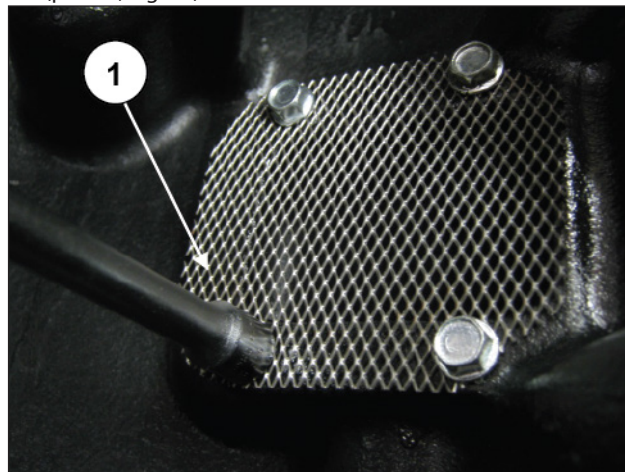

Fig. 68
Fissare la retina filtro olio sul carter posteriore con quattro viti M6 (pos. ①, Fig. 68).